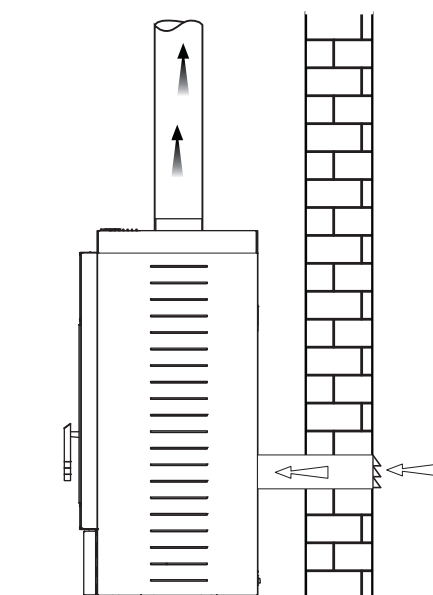

Fig. 5.6
- um einen höheren Raumkomfort zu garantieren, kann der Eintritt der Verbrennungsluft des Ofens über eine Rohrleitung mit dem Lufteinlass verbunden werden (Abb. 5.6).